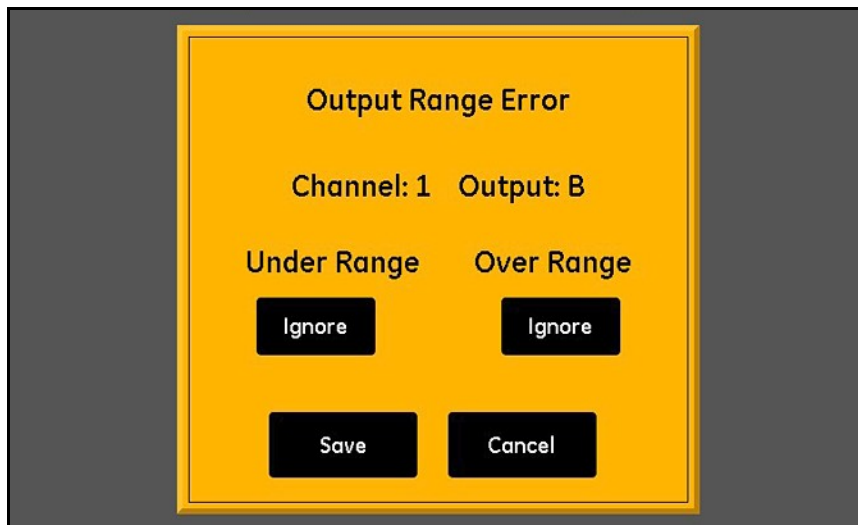

Figura 46: Tela Configuração de erro de faixa - Resposta de Saída
1. Toque no **Canal (1-6)** e na **Saída (A ou B)** a serem compensados e toque no botão **Erro de faixa** para abrir uma tela semelhante à *Figura 46* abaixo.